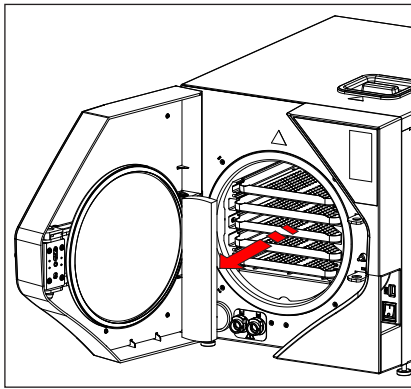

fig.9
- Entfernen Sie den Kunststoffschutz im Inneren der Kammer (fig. 9);